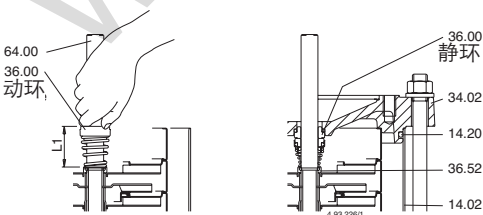

图5 插入机械密封
5. 拆下螺丝(61.07)和笼型支架(32.00),其和轴承(66.00)及联轴器(64.22)作为整体从上端盖(34.02)顺轴(64.00)抽出(图5)。
检查安装前后的长度并把动环升起与到与原始长度(L1 图5)一致。